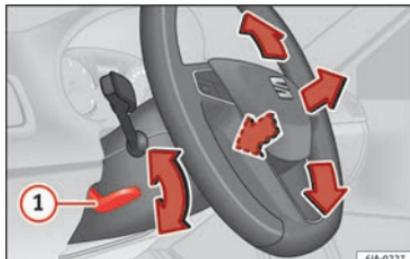

Fig. 14 Leva nella parte inferiore del lato sinistro del piantone dello sterzo.
Regolazione della posizione del volante: tira la leva » **fig. 14** ① verso il basso, muovere il volante verso la posizione desiderata e risollevare la leva fino al punto di chiusura.